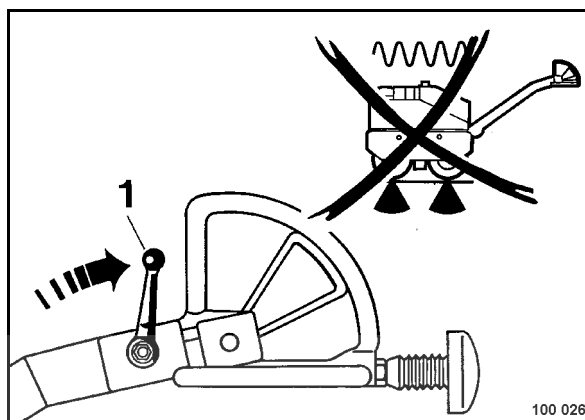

fig. 42
- Déplacer le levier de vibration (1) (fig. 42) vers l'arrière; la vibration s'arrête.